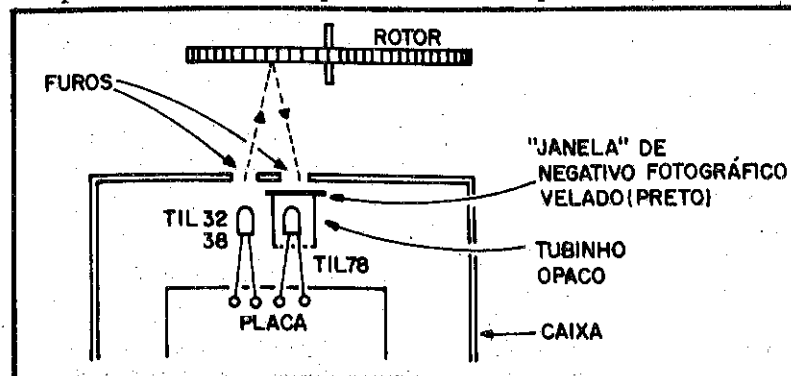
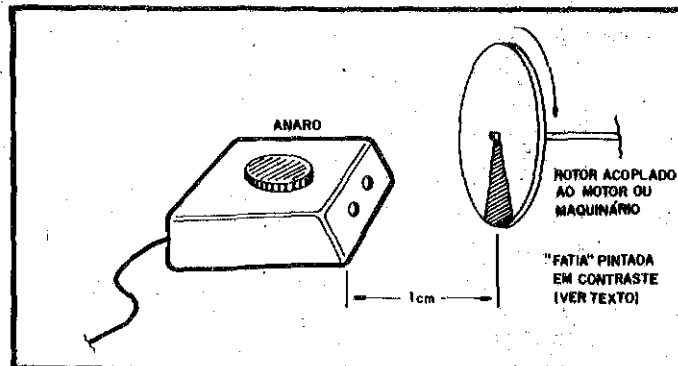

Fig. 6
Fig. 8
- FIG. 6 - O "ENCAIXAMENTO" - AS "JANELAS" E O FILTRO - O conjunto opto-sensor funcionará por reflexão, ou seja: o LED infravermelho emite um feixe de luz invisível, que é refletido por uma superfície, em seguida "devolvido" ao foto-transistor... Assim, alguns cuidados óticos básicos são necessários:
- **FIG. 8 - A CAIXA - A DISPOSIÇÃO DE SENSOREAMENTO** - O número reduzido de componentes, e o pequeno tamanho geral da placa e das próprias peças, permitirá a fácil acomodação do circuito num **container** padronizado, sem problemas... Sugerimos que, numa das laterais menores fiquem os dois furinhos correspondentes às "janelas" do módulo ótico (fig. 6) e que, na lateral oposta saiam os cabos de alimen-